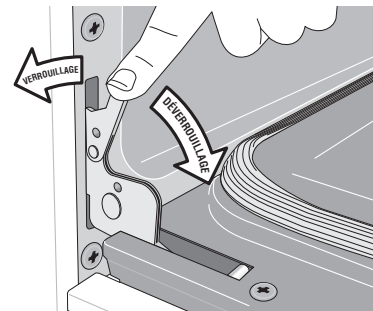

Figure 48 : Verrous des charnières de la porte
2. Abaissez complètement les verrous des charnières de gauche et de droite du cadre de la cuisinière vers la porte du four (voir Figure 48). Vous pourriez avoir besoin d'un petit tournevis à tête plate.
4. Poussez les verrous des charnières de droite et de gauche vers le haut et dans le cadre du four jusqu'à ce qu'ils soient en position verrouillée (voir Figure 48).